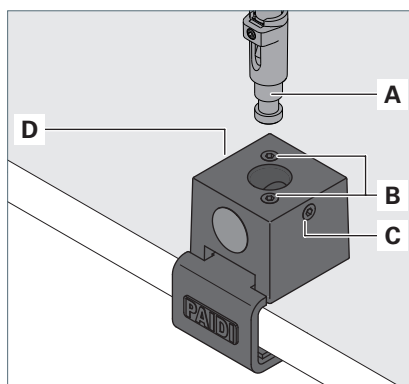

Fig. 1: Montaggio dell'apparecchio d'illuminazione su una superficie di montaggio orizzontale.
- ▶ Fissare il morsetto da tavolo alla superficie di montaggio utilizzando le viti **B**, vedi Fig. 1.